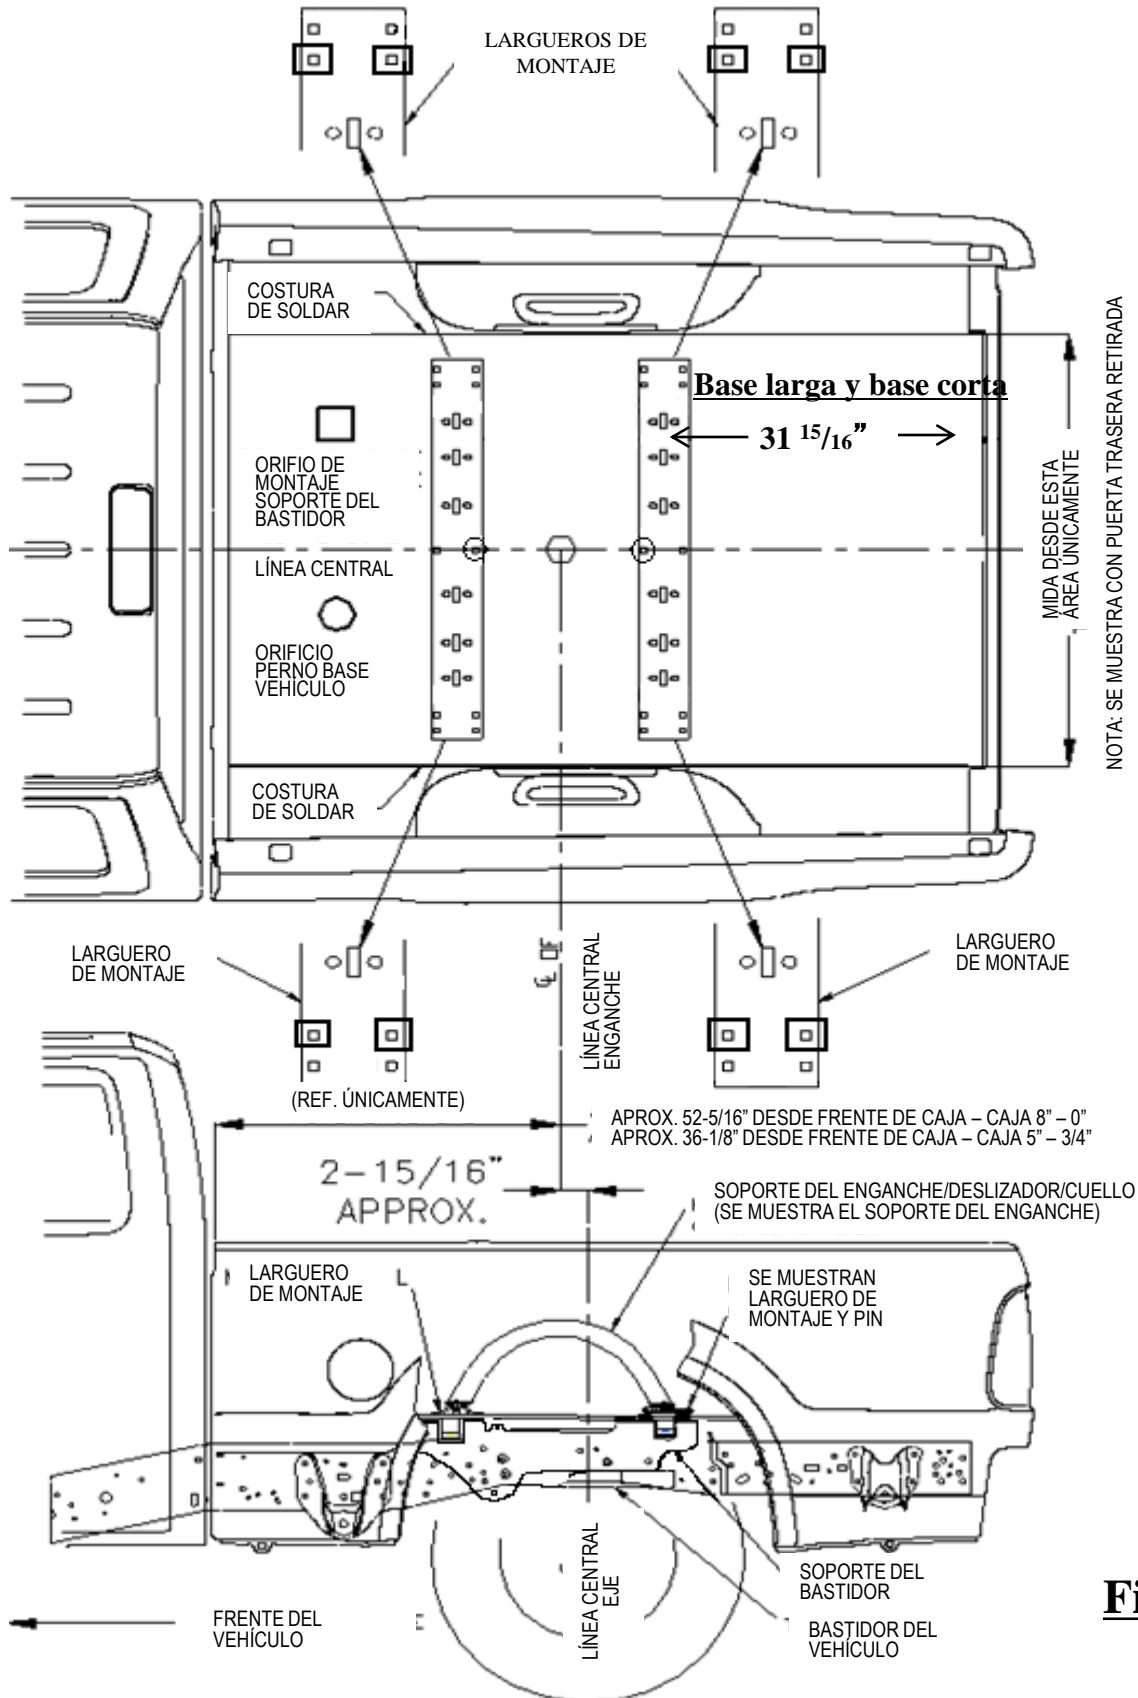

Figura 5
4. Coloque el larguero de montaje posterior en la caja del vehículo. Usando la cinta de medir, centre el larguero entre las costuras de soldar a lo largo del piso del vehículo y mida la distancia correcta desde el borde posterior de la caja del vehículo como se ilustra en la Figura 5. Ver página 1 para instalar los soportes en los largueros. Ver abajo para instalar los soportes en el bastidor.
5. Marque y centre los orificios según la ilustración en la Figura 5. Mueva el larguero del camino y perforo cada posición con una broca de 1/8". **Advertencia: Al perforar los orificios tenga en cuenta los riesgos potenciales para los componentes del vehículo como las líneas de frenos y los tanques de combustible, para los componentes del vehículo y tome las medidas necesarias para protegerlos de daños.**